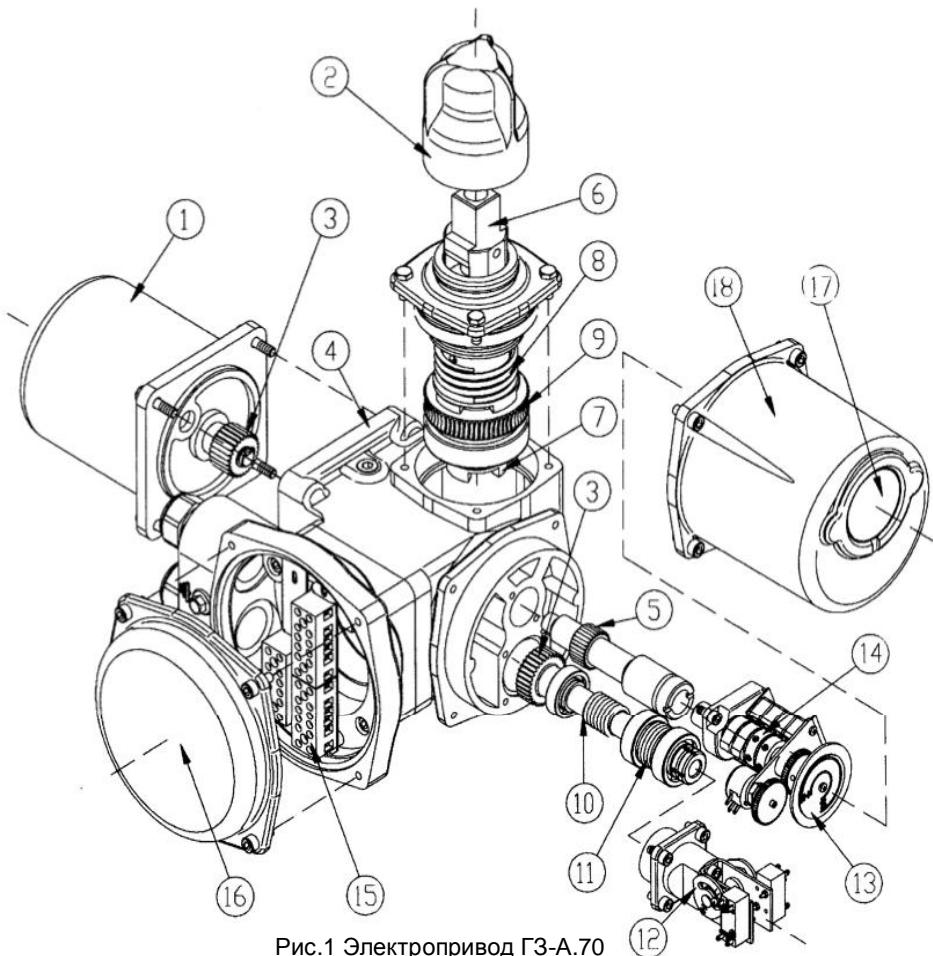
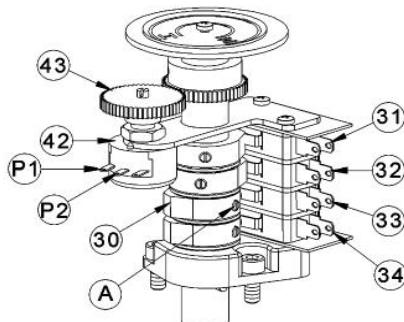
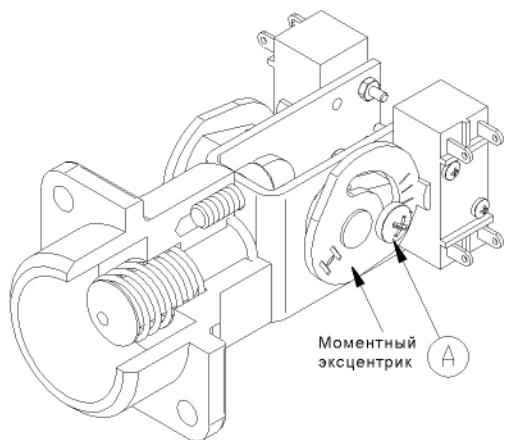

Рис.1 Электропривод ГЗ-А.70
Рис.2 Индикатор положения затвора
Рис.3 Ограничитель крутящего момента
Электродвигателя (1), червячного редуктора (9, 10), двухсторонней муфты ограничения крутящего момента (моментная муфта) (10, 11, 12), ограничителя хода выходного вала (14), индикатора положения затвора арматуры (13), рычага переключения режимов работы (6), выходного вала (7) и корпусных деталей (рис. 1).
Ограничитель хода выходного вала состоит из микровыключателей (31, 32, 33, 34), кулачков (30), размещенных на валу индикатора положения затвора (13), потенциометра (42) – (если он установлен), шестерни потенциометра (43), которая соединена с индикатором положения затвора (13) (рис. 1, рис. 2).
При ручном управлении вращение от рычага переключения режимов (6) (рис. 1) передается на выходной вал (7) электропривода. Один оборот рычага соответствует одному обороту выходного вала.
Ограничитель хода выходного вала (14) (рис. 1) непосредственно подсоединен через шестерню (5) к выходному валу. После надлежащей настройки ограничителя хода выходного вала индикатор положения затвора арматуры (13) соответствует определенным положениям затвора арматуры независимо от режима работы привода - ручного или электрического.
При достижении предварительно установленной величины крутящего момента в положении ЗАКРЫТО или ОТКРЫТО, либо в случае аварийного заклинивания штока затвора арматуры в промежуточном положении, выходной вал с червячным колесом останавливается, а червячный вал (10), ввинчиваясь в венец червячного колеса (9), вследствие продолжающегося вращения ротора электродвигателя, начинает перемещаться в осевом направлении, сжимая тарельчатые пружины (11) (рис. 1). Величина сжатия тарельчатых пружин определена необходимым усилием уплотнения затвора арматуры и устанавливается при настройке электропривода.
Поступательное движение червячного вала приводит к перемещению вала ограничителя крутящего момента (12) (рис. 1). Вал ограничителя крутящего момента (рис. 3) поворачивает моментные эксцентрики, нажимая кнопки муфтовых микровыключателей, размыкает цепь управления питанием двигателя электропривода.